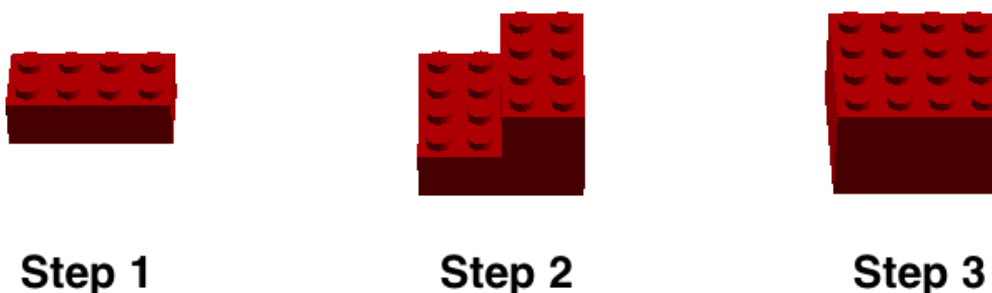

Рис. 18. Сборка индикатора
6.3 В состязаниях используется 3 красных, 3 желтых, 3 зеленых и 2 белых блоков Индикаторов влияния (4 LEGO-кирпича 2x4 каждого цвета) (Рис. 18):